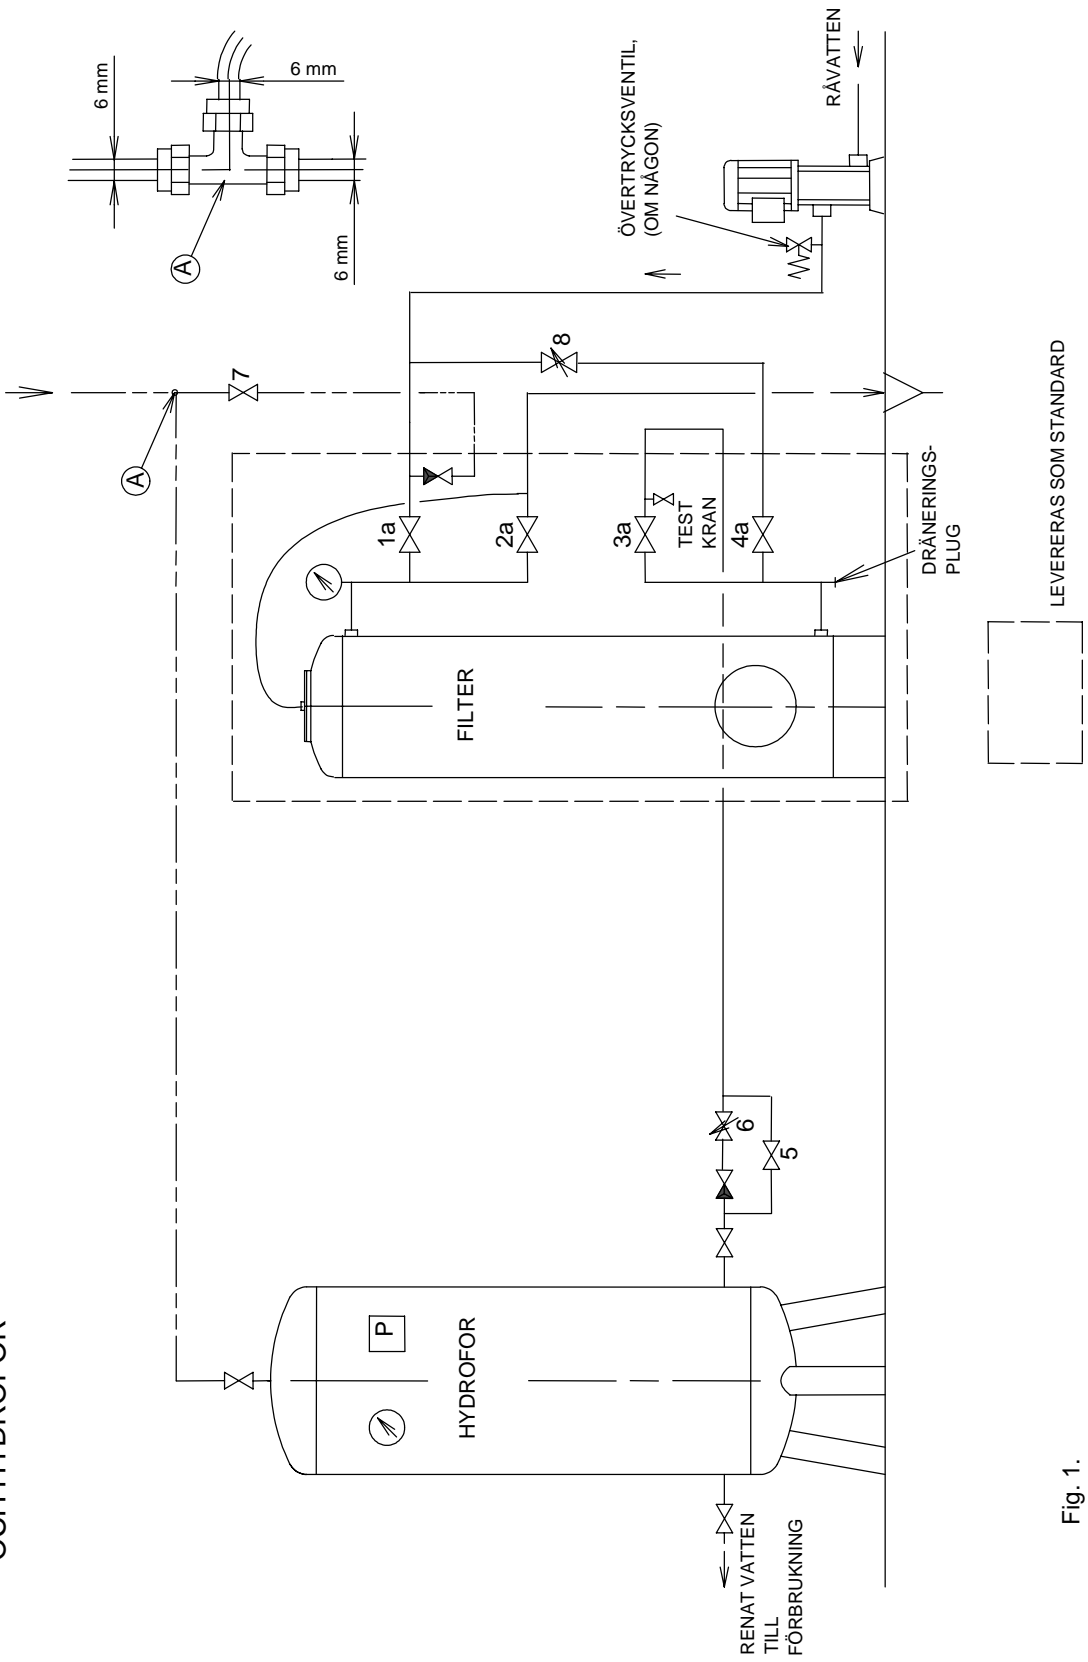

Fig. 1.
Fig. 1 installation mellan pump och hydrofor	sid 3
3. Om råvattenpumpen ger ett högre tryck än max. arbetstryck monteras en säkerhetsventil efter pumpen (se fig. 1 eller 2).